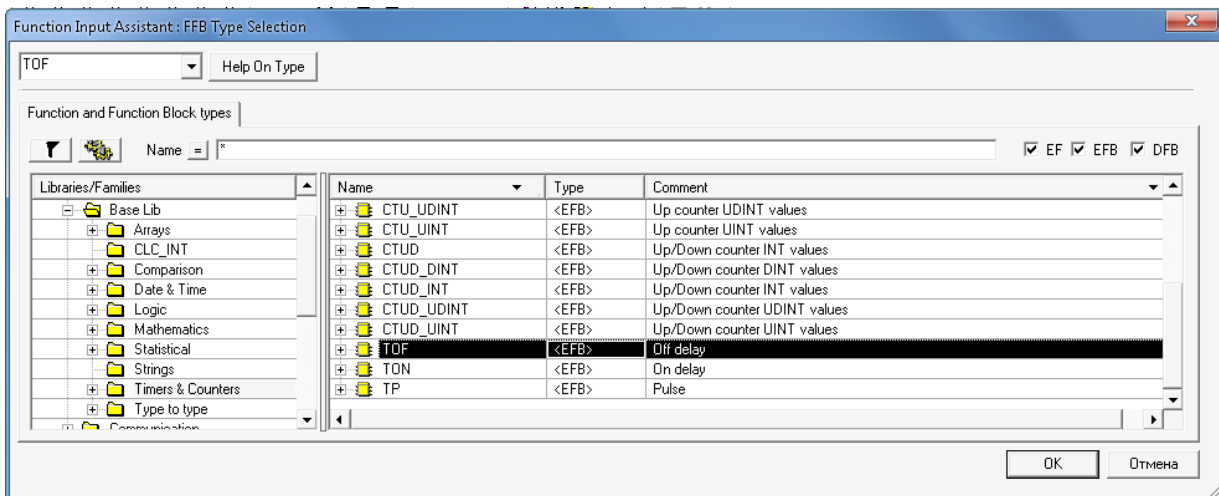

Рисунок 22 – Вікно вибору FFB
- у вікні, що з'явилося, необхідно знайти необхідну функцію, наприклад «TOF» (рисунок 22);